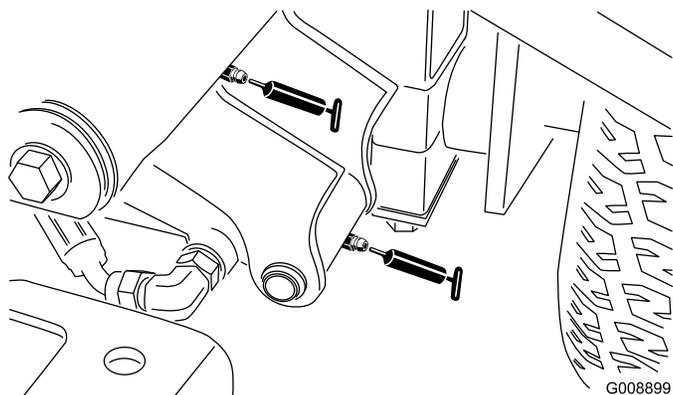

Figura 41
- Articulação do braço de elevação dianteiro esquerdo e cilindro de elevação (2) (Figura 41)